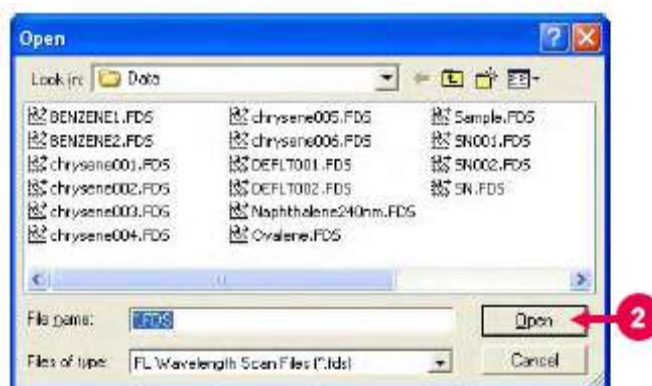

Рис. 7-24
- (3) Нажмите кнопку «Вставка из файла» (Смотрите (1) на рис. 7-23). Откроется окно, изображенное на рис. 7-24.
- (4) Выберите имя файла для изображения спектра и нажмите кнопку «Открыть». (Смотрите (2) на рис. 7-24).